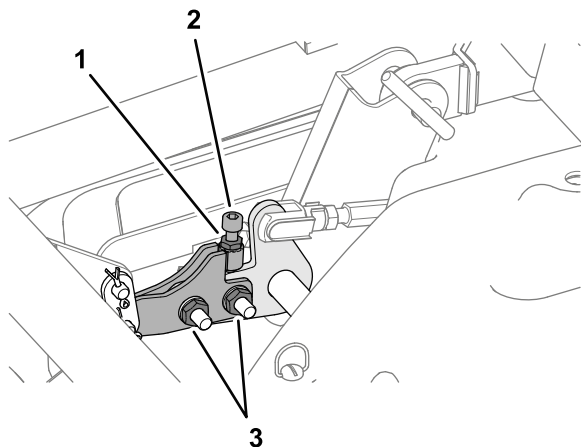

図 123
- A. 水平調整リンクを固定しているナット2 個をゆるめる 図 123。
- B. ソケットヘッドボルトを固定しているジャムナットをゆるめる 図 123。
10. 調整ができれば、水平調整リンクのナット2 個とソケットヘッドボルトのジャムナットを締め付ける 図 123。
7. デッキ傾斜アジャスタのジャムナット図 123を締めつける。